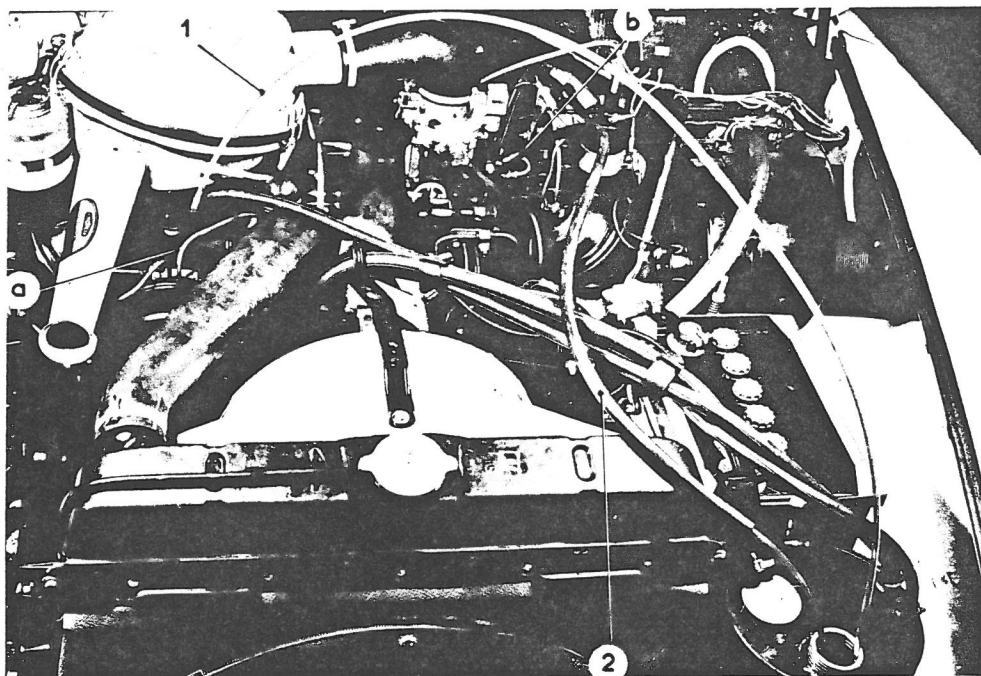

Fig. 21.
3. Der anbringes en slange på centrifugalregulatorens bageste udluftnings skrue ved "a", fig. 21 (forreste højre udluftning) og en slange ved hurtigtomgangsmekanismen ved "b" (venstre forreste udluftning). Enden af slangerne (1) og (2) placeres i væskebeholderen.